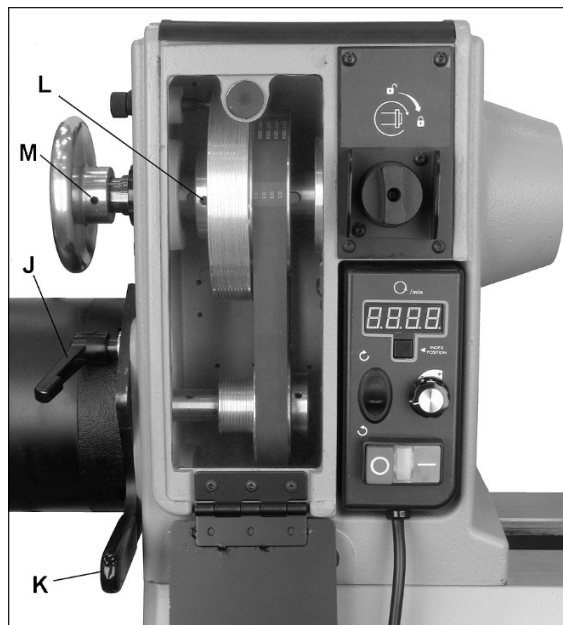

Рис. 8-9: выравнивание шкива/ремня
3. Ослабьте ручку фиксации (J, Рис. 8-9) и поднимите рукоятку натяжения (K, Рис. 8-9), чтобы приподнять двигатель. Затяните ручку (J, Рис. 8-9), чтобы зафиксировать двигатель в этом положении.
5. Ослабьте ручку фиксации (J, Рис. 8-9) и опустите двигатель, чтобы натянуть ремень. Убедитесь, что ручки поликлинового ремня точно расположились в канавках шкива. Не перетягивайте ремень. Чтобы предотвратить проскальзывание ремня, достаточно слегка опустить рукоятку натяжения (K, Рис. 8-9).
6. Затяните ручку фиксации двигателя (J, Рис. 8-9).
Шкивы двигателя и шпинделя выровнены относительно друг друга на заводе-изготовителе. Если в ходе технического обслуживания выравнивание шкивов было нарушено, их взаимное расположение необходимо снова отрегулировать. Для этого при помощи шестигранного ключа ослабьте два установочных винта на шкиве шпинделя (L, Рис. 8-9) и передвиньте шкив в нужное положение. Затяните установочные винты.
2. Ослабьте ручку фиксации (J, Рис. 8-9) и поднимите рукоятку натяжения (K, Рис. 8-9), чтобы приподнять двигатель.
3. Затяните ручку (J), чтобы зафиксировать двигатель в этом положении. Снимите ремень со шкивов.
4. При помощи шестигранного ключа ослабьте два установочных винта на маховике (M, Рис. 8-9) и снимите его со шпинделя.
9. При замене шкива шпинделя, ослабьте два установочных винта (L, Рис. 8-9), и сдвиньте шкив со шпинделя. Установите новый шкив, слегка затянув два установочных винта. Убедитесь, что шкив расположен правильно.
12. Установите на место маховик и затяните установочные винты (M, Рис. 8-9).
14. Выверните новый шкив (см. раздел 8.11), затем плотно затяните на нем два установочных винта (L, Рис. 8-9).
15. Ослабьте ручку фиксации двигателя (J) и дайте ему опуститься. Не перетягивайте ремень. Чтобы предотвратить проскальзывание ремня, достаточно слегка опустить рукоятку натяжения (K).
16. Снова затяните ручку фиксации (J).